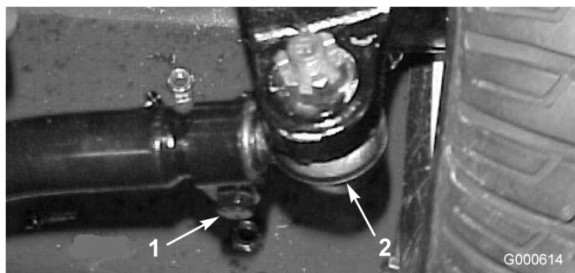

Figura 50
- Para ajustar, remova o contrapino e a porca de cada uma das rótulas da barra de ligação (Figura 50). Remova a junta da barra de ligação do suporte do eixo.
- Desaperte as abraçadeiras que estão em ambas as extremidades das barras de ligação (Figura 50).
- Rode uma (1) vez a rótula separada, para dentro ou para fora. Aperte a abraçadeira na parte solta da barra de ligação.
- Rode uma (1) vez todo conjunto da barra de ligação na mesma direcção (para dentro ou para fora). Aperte a abraçadeira na extremidade ligada da barra de ligação.